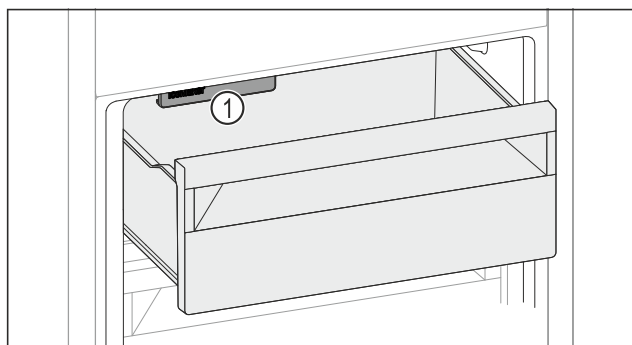

Fig. 144
- Tenere in considerazione l'IceMaker Fig. 144 (1).